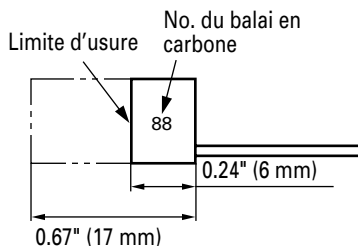

Fig. 6
3. Contrôle des balais en carbone (Fig. 6)
- Utiliser le balai en carbone HITACHI No. 88 indiqué sur la Fig. 6.